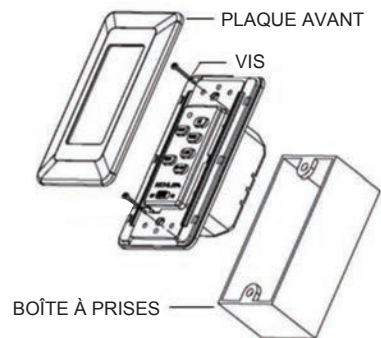

Fig. 19
**Étape 1.** Retirez la plaque murale présente et l'ancien interrupteur de la boîte à prises murale (Fig.19).